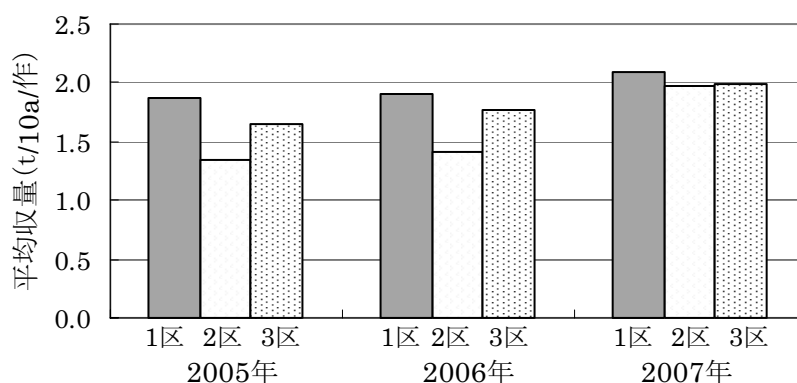

図 1 ペレット堆肥連用がホウレンソウ 1 作あたり平均収量に及ぼす影響
- 2) 牛ふんペレット堆肥を1作あたり窒素成分で5kg/10a（以下、N5kg）と鶏ふんペレット堆肥をN18kg施用すると、対照（牛ふん堆肥N5kg、配合肥料N9kg施用）と同等の収量を得ることができる（図1）。しかし、連用1年4作後には、作土のpH（H2O）が7以上、塩基飽和度が100%を超え、可給態リン酸が100mg/100g以上になる。
- 3) 牛ふんペレット堆肥N5kg、鶏ふんペレット堆肥N4kgおよび油粕N6kgを施用すると、3年連用（12作）しても作土のpH（H2O）は7以下で、塩基飽和度は100%以下であった（表2）。連用1・2年目の収量は、対照より劣るが、連用3年目は対照とほぼ同等な収量が得られる（図1）。